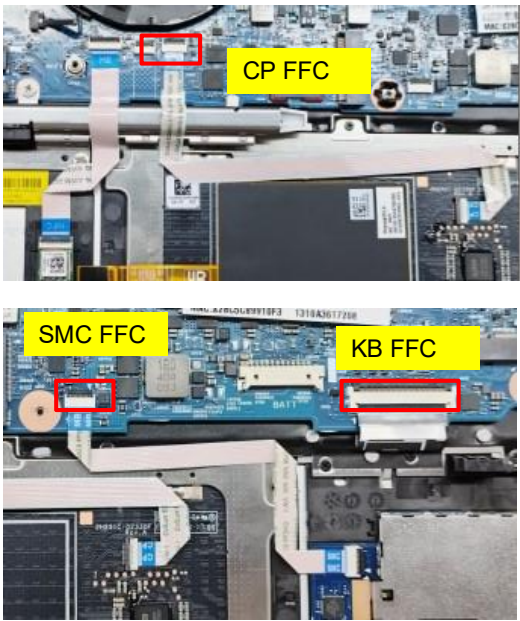

Figure 1
-  1. Open CNTR · remove KB FPC/SMC FFC/CP FFC Fig1)